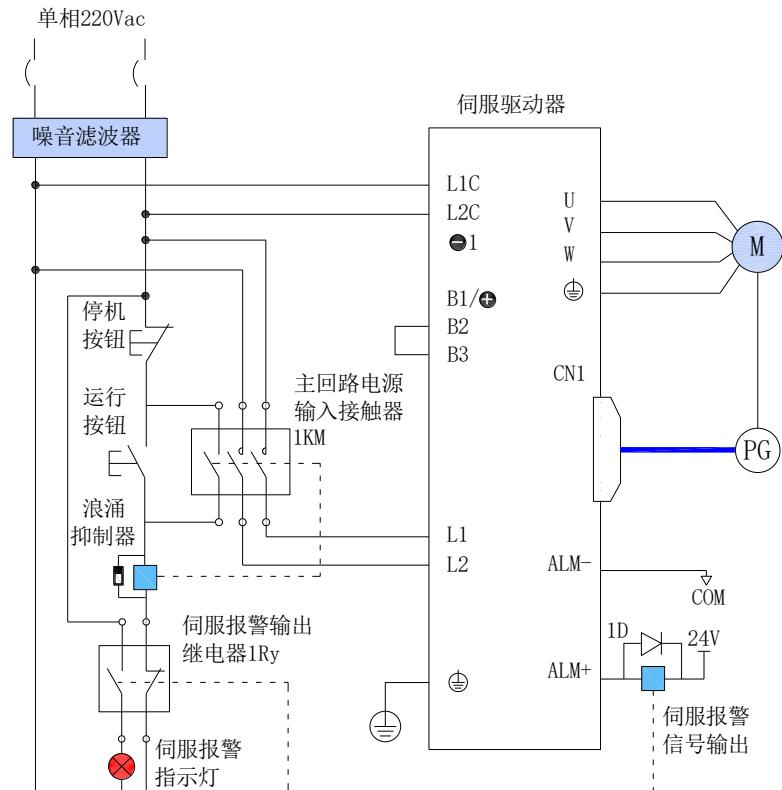
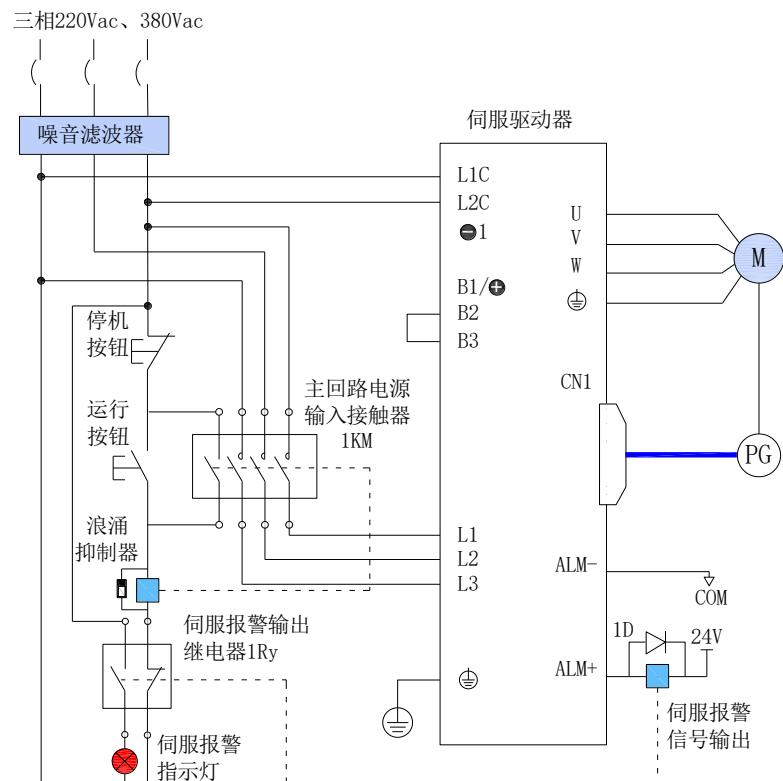

图4-4 单相220V主电路配线
图 4-5 三相 220V、380V 主电路配线
- 请参考图4-4、图4-5连接主电路电源，DO设置为警报输出功能（ALM+/-），当伺服驱动器报警后可自动切断动力电源，同时报警灯亮。